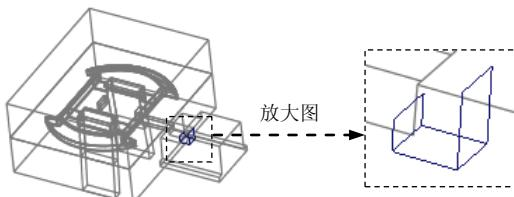
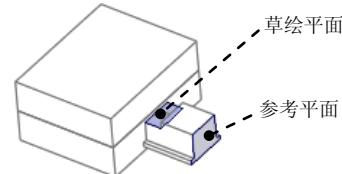
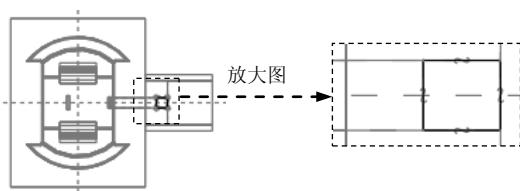
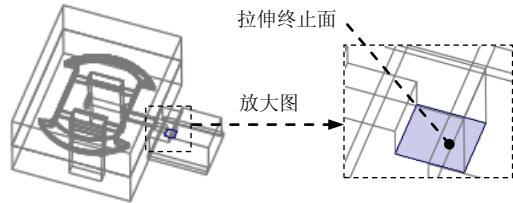

图 27.42 实体切削特征 3
图 27.43 定义草绘平面
图 27.44 截面草图
图 27.45 选取拉伸终止面
Step8. 创建实体切削特征 3, 如图 27.42 所示。单击 **模具** 功能选项卡 **形状** ▾ 区域中的 按钮, 此时系统弹出“拉伸”操控板; 在操控板界面中按下 按钮; 右击, 从系统弹出的菜单中选择 **定义内部草绘...** 命令; 选取图 27.43 所示的平面为草绘平面, 然后选取图 27.43 所示的表面为参考平面, 方向为 **右**。单击 **草绘** 按钮, 进入草绘环境; 进入截面草绘环境后, 选取 MOLD_FRONT 基准平面和 MOLD_RIGHT 基准平面为草绘参考, 利用“投影”命令绘制图 27.44 所示的截面草图; 完成特征截面的绘制后, 单击“草绘”操控板中的“确定”按钮 ; 在操控板中选取深度类型 (到选定的), 将模型调整到图 27.45 所示的视图方位, 选取图中所示的滑块表面为拉伸终止面; 在“拉伸”操控板中单击 按钮, 完成特征的创建。